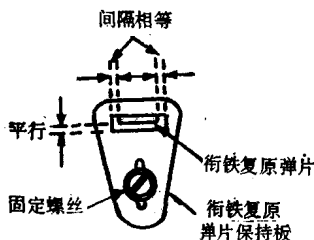

图 8
(2) 衔铁复原弹片不应和衔铁复原弹片保持板方孔两侧摩擦，以免影响弹力的正确，如图8所示。